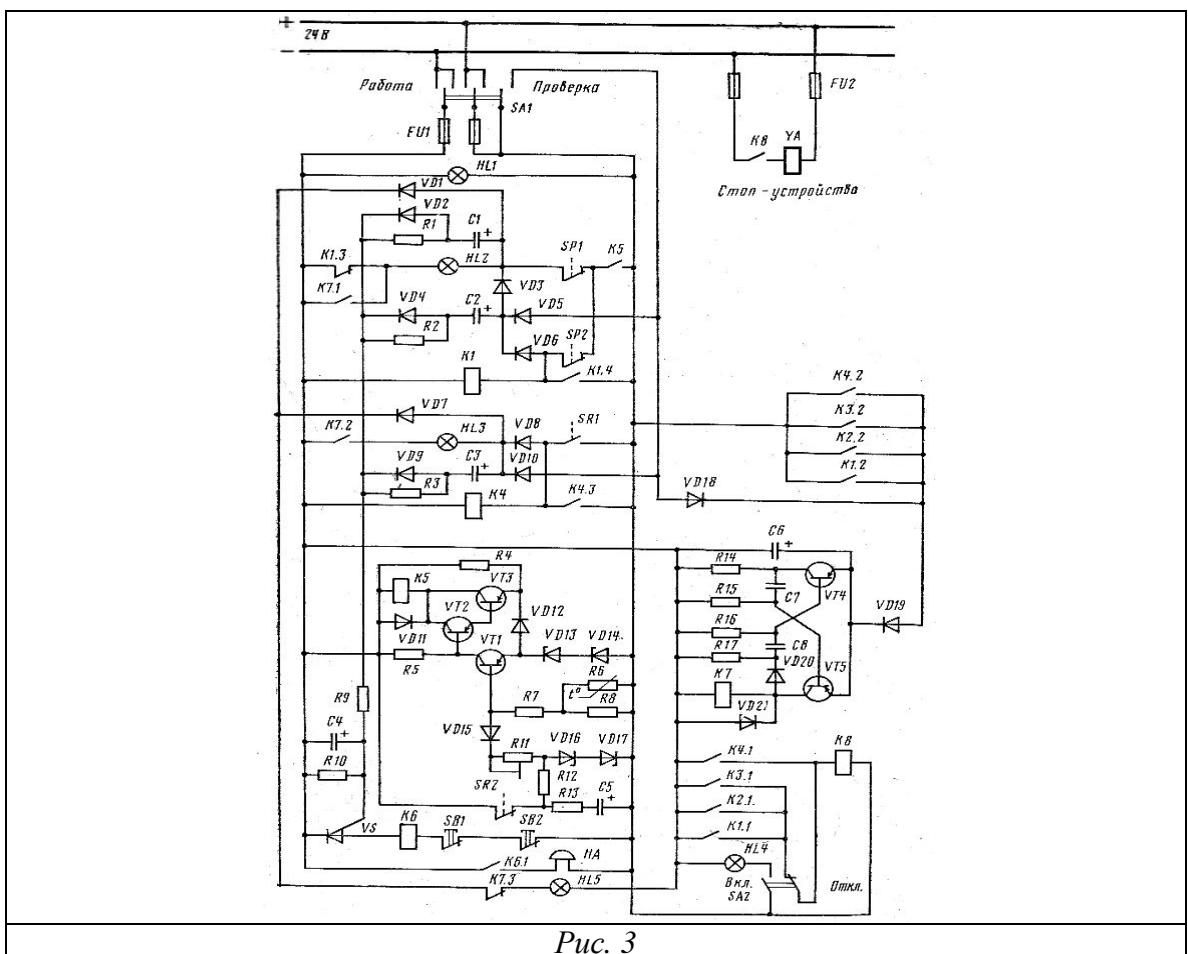

Рис. 3
3. Назвать элементы и назначение в схеме СПАС-ЗО, принцип работы схемы в аварийных ситуациях с главным двигателем (рис.3)